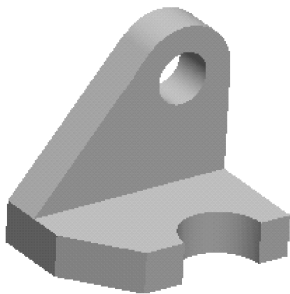

图 10-267 创建工程图
(4) 利用所给文件“xiti10-2-4. prt”创建工程图, 如图 10-267 所示。